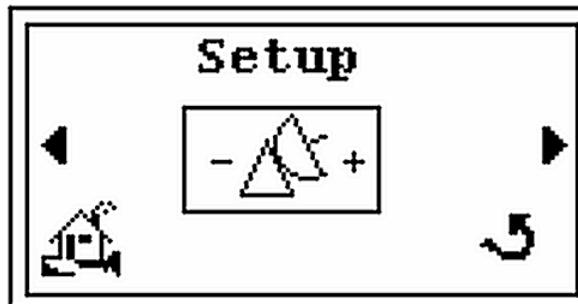

Abbildung 2-28 Setup-Bildschirm
3. Drücken von  und der *Setup-* Bildschirm erscheint (Abbildung 2-28).